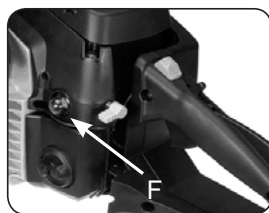

Abb. 7D
3. Drücken Sie die Benzinpumpe (F) 10mal (Abb. 7D).